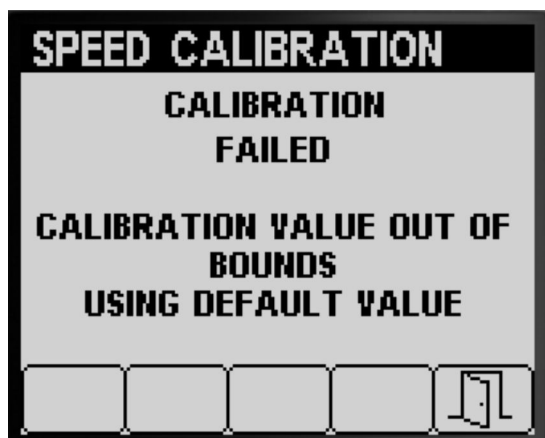

Figura 69
- Un mensaje indica que la calibración de velocidad ha finalizado con error (Figura 69).
Nota: Si el valor de calibración está fuera de los límites (Figura 69), póngase en contacto con su servicio técnico autorizado de Toro; de lo contrario, revise el mensaje de error y repita los pasos de calibración descritos en Preparación para la calibración de velocidad (página 24) y Realización de la calibración de velocidad (página 25).
5. Pulse el botón 5 para salir de la pantalla Calibración de velocidad (Figura 68 o Figura 69).